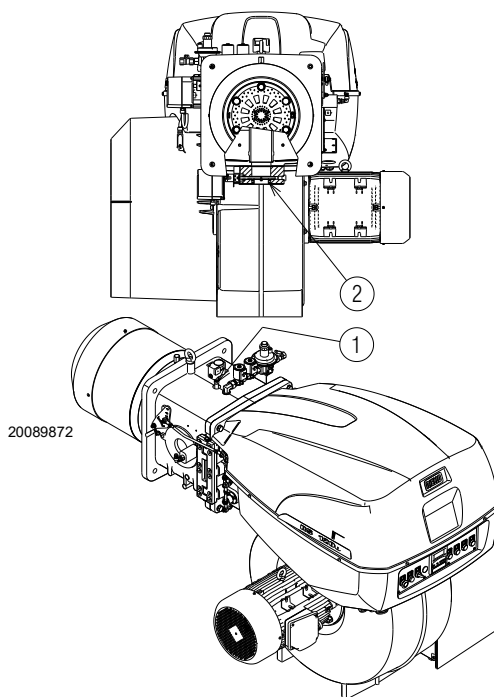

Fig. 18
Gasdruck, an der Entnahmestelle 1)(Fig. 18 auf Seite 21) gemessen mit:
Strömungsverlust Gasdrossel 2)(Fig. 18 auf Seite 21) bei maximaler Öffnung: 90°.
- Ziehen Sie vom Gasdruck am Anschluss 1)(Fig. 18 auf Seite 21) den Druck in der Brennkammer ab.
Gasdruck an der Entnahmestelle 1)(Fig. 18) = 59,2 mbar
Um stattdessen den an der Entnahmestelle 1) notwendigen Gasdruck zu ermitteln (Fig. 18), nachdem die höchste Modulationsleistung festgelegt wurde, bei der Brenner arbeiten soll:
- Lesen Sie rechts, in Spalte 1, den Druck an der Entnahmestelle 1)(Fig. 18) ab.
An der Entnahmestelle 1)(Fig. 18) erforderlicher Druck.